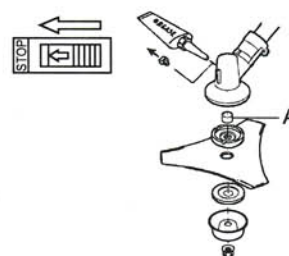

Рис. 23
- (2) При заливании смазки в угловую трансмиссию, выньте шлицевую втулку А, чтобы обеспечить выход старой смазки. (Рис. 23)